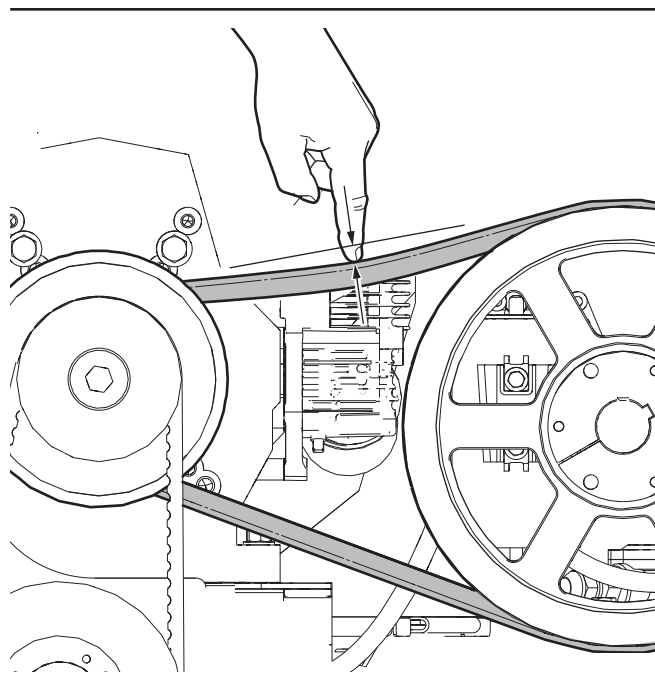

Fig. 54—Vérifiez la tension de la courroie d'entraînement du rotor
1. Appuyez sur le centre supérieur de la courroie d'entraînement du rotor et mesurez la distance parcourue. Consultez la Fig. 54.